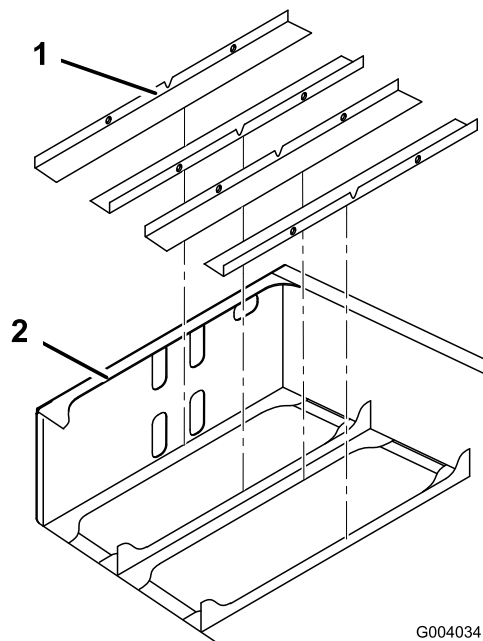

図 4
2. 図 4に示すように後フレーム・アセンブリにバッテリー・トレイ・パッドを敷く。